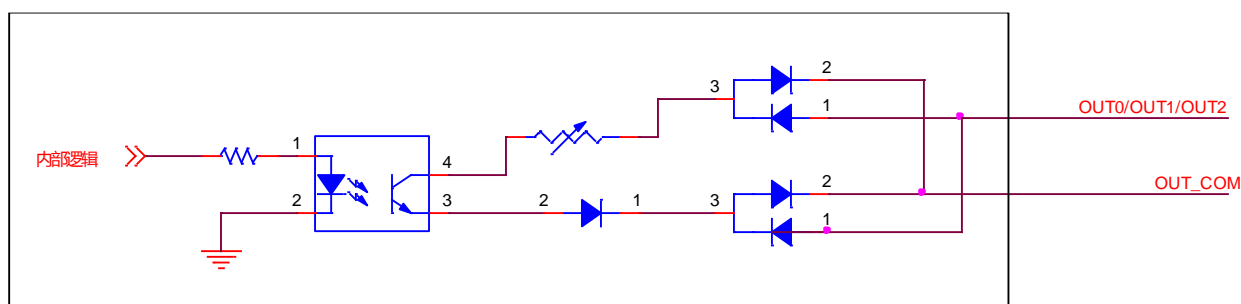

图4-30 I/O 输出接线
- I/O 接口的输出为开路输出：（接入电压 5~30V，电流不能超过 200mA，如图 4-30 所示。）